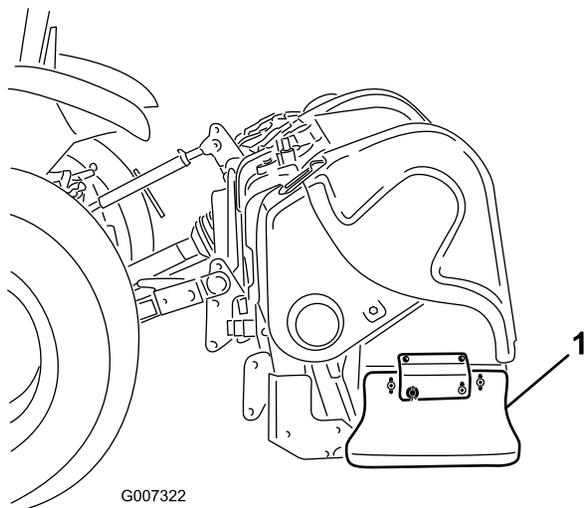

Figura 39
1. Allentate i bulloni e i dadi di fissaggio del deflettore laterale al telaio (Figura 39).